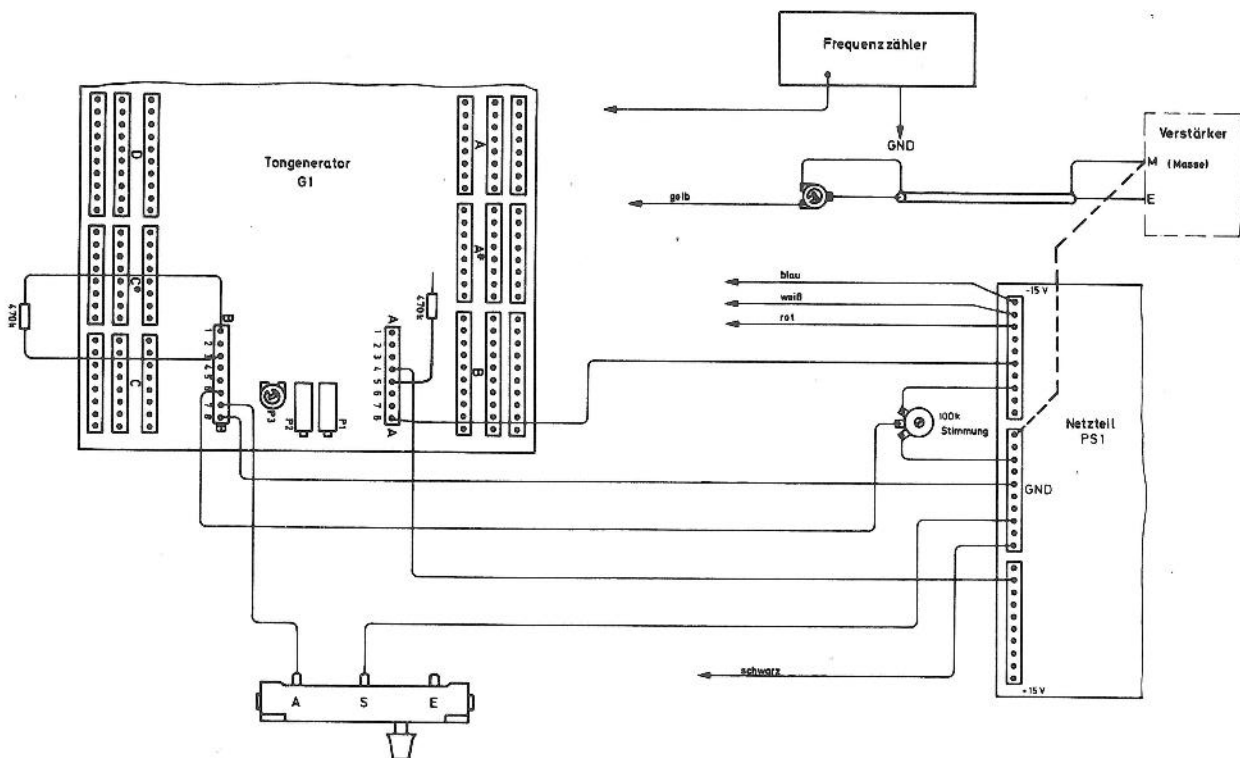

Abb. 13: Prüfaufbau
- () Löten Sie einen 470 kOhm Widerstand zwischen die Stifte "B 1" und "B 3" des Generators. Siehe auch Abb. 13.
- () Verlegen Sie eine abgeschirmte Leitung zum Verstärker und schließen Sie am anderen Ende das 100 kOhm Trimpoti (Pos. 41-1) an, wie in Abb. 13 gezeigt.
- () Legen Sie die NF-Prüfleitung an den Stift 70. Schieben Sie den "Slalom"-Regler an den linken Anschlag (links in Abb. 13). Stellen Sie den Regler "Gesamtstimmung" in die Mitte. Der Ton am Ausgang 70 soll auf genau 440 Hz * eingestellt werden. Dies geschieht mit Hilfe des Trimpotis P 2 ("3520 Hz"). Zum Tonhöhenvergleich sollten Sie ein anderes Instrument mit bekannt genauem "a", einer Stimmgabel oder ähnlichen "a-Quellen" heranziehen.